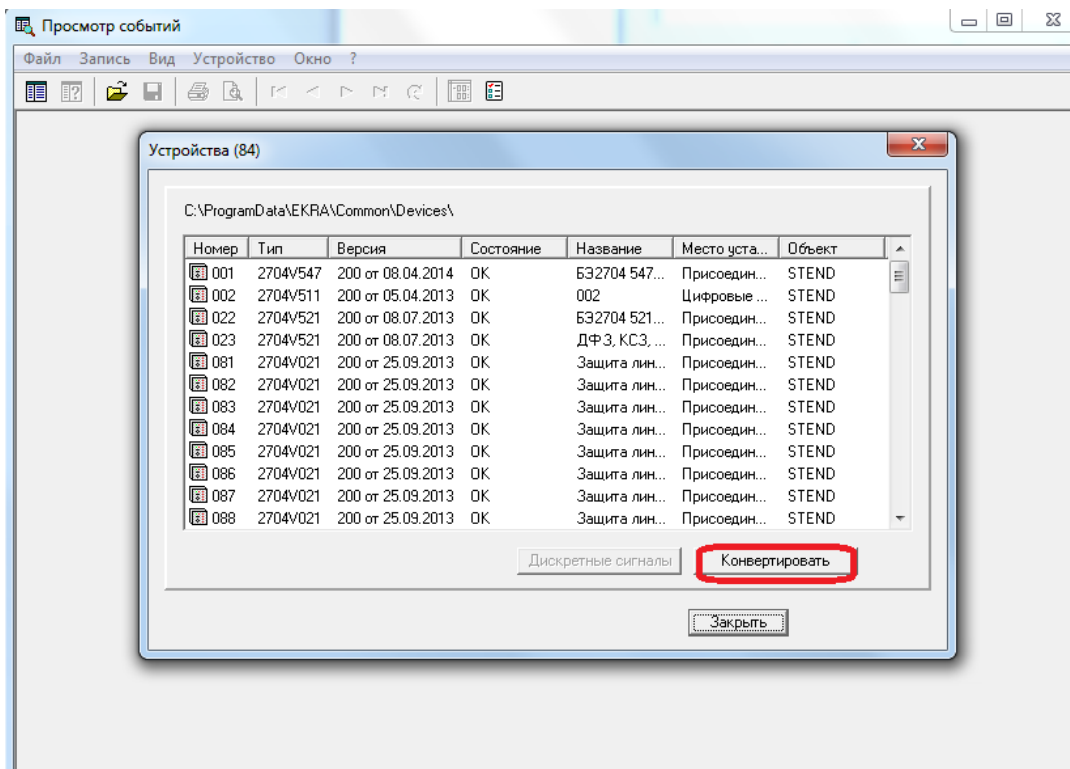

Рисунок 6.123
- выполнить конвертацию файлов конфигурации терминалов БЭ2704 и БЭ2502 в базу данных кодов событий при помощи программы **Просмотр событий**. Для этого запустить программу **Просмотр событий** из меню **Пуск**, затем в меню **Устройства** выбрать пункт **Список устройств**. В появившемся окне нажать кнопку **Конвертировать** (рисунок 6.123);